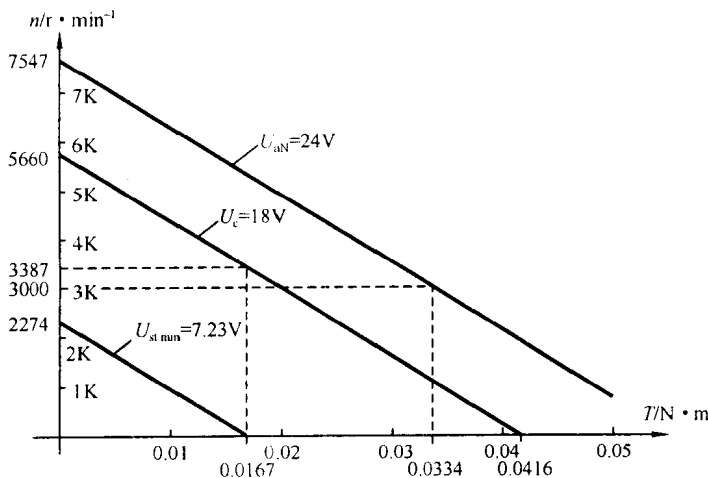

图 6.1 例 6-1 图
(4) 机械特性  $n=f(T)$ ，如图 6.1 所示。